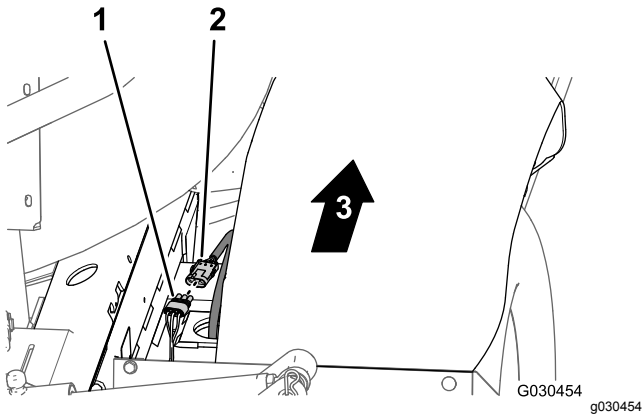

Figura 22
- En la parte trasera de la máquina (entre el larguero derecho del bastidor y el guardabarros derecho), desconecte el conector de 3 pines del arnés del sensor de velocidad del motor de tracción hidráulica derecha del conector hembra de 3 vías del arnés principal trasero (Figura 22).